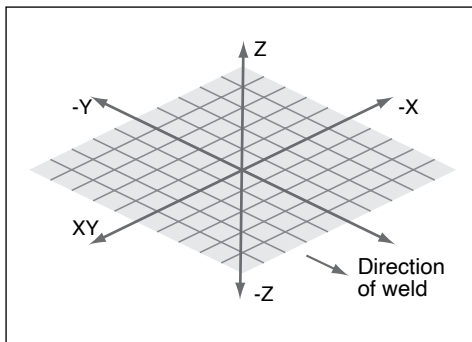

Fig. 14
8.8 Direction Of Weld - Fig. 14